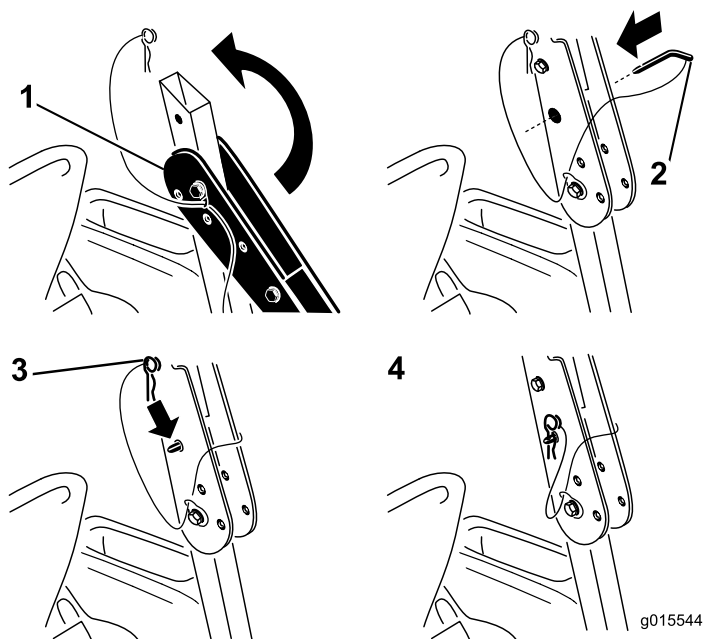

Figura 5
4. Eleve la barra anti-vuelco a la posición vertical y sujétela con los dos pasadores de giro, según se muestra en Figura 5.
5. Bloquee la barra antivuelco en posición vertical con los pasadores de giro. Sujete cada pasador de giro con la chaveta sujeta al cordón (Figura 5).